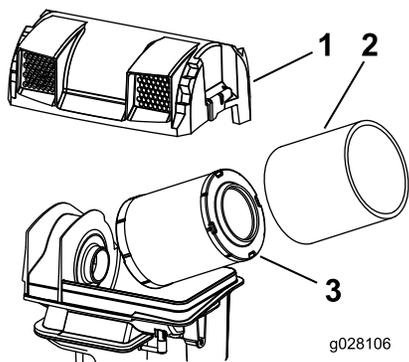

Рисунок 38
6. Освободите защелки воздухоочистителя и отделите крышку от корпуса воздухоочистителя (Рисунок 38).
8. Осторожно извлеките фильтр грубой очистки из корпуса воздухоочистителя (Рисунок 38).